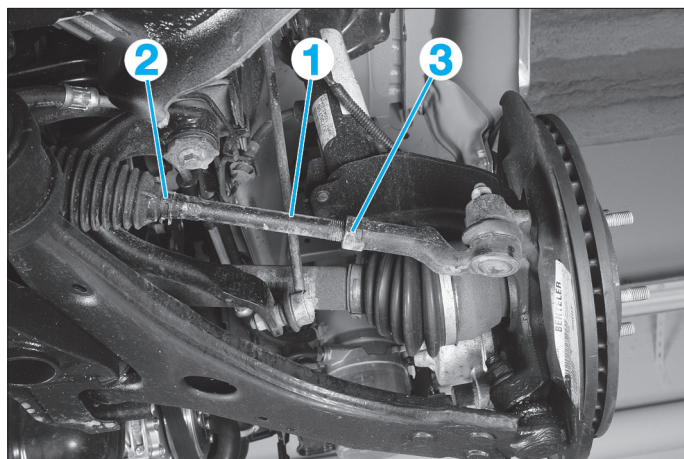

FIG. 1
- Le parallélisme se règle par l'allongement ou le raccourcissement de la longueur des biellettes de direction (1), en les tournant par leur empreinte hexagonale, après avoir déposé le collier (2) et le contre-écrou (3) (Fig.1).